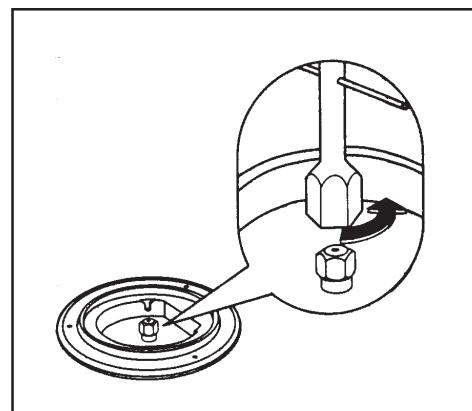

Рис. 6
- С помощью торцевого ключа на 7 открутите и снимите инжекторы (Рис. 6), и замените их на те, которые соответствуют применяемому типу газа (см. табл. 2)